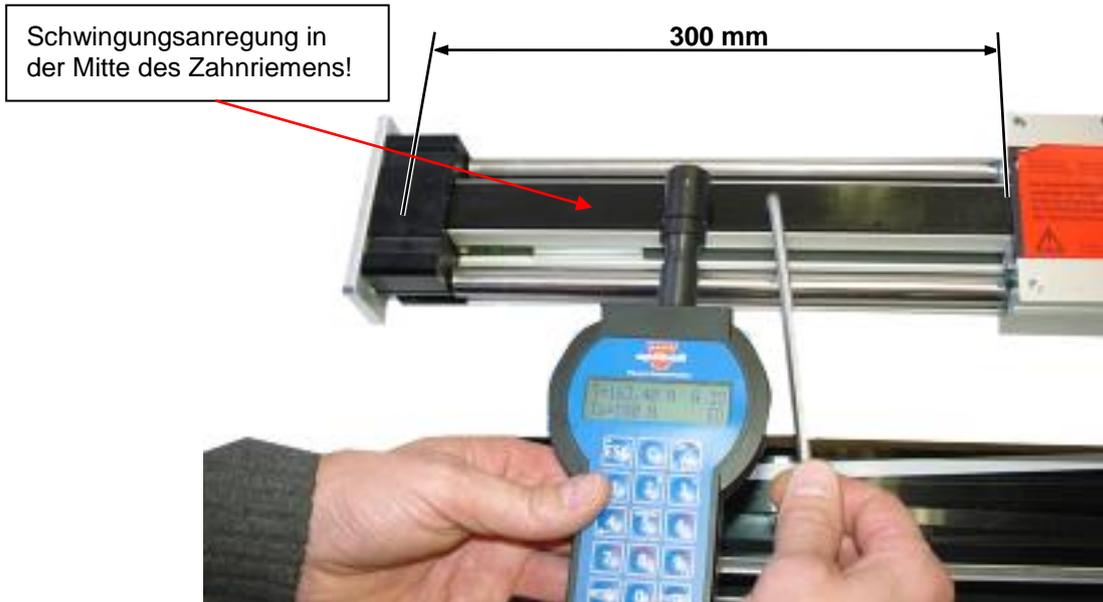

Abbildung 4: Messung am Modul easyLINE durchführen
- (1) Montieren Sie den neuen Riemen.
- (2) Bewegen Sie den Schlitten von Hand mindestens zehnmahl hin und her.
- (3) Führen Sie die Messung ohne Zylinderstifte durch (siehe *Abbildung 4*).